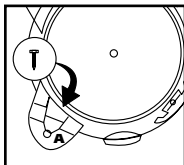

FIGURA 9
8. Asegure la base de la ruedita al tanque con el tornillo suministrado. **FIGURA 9.**